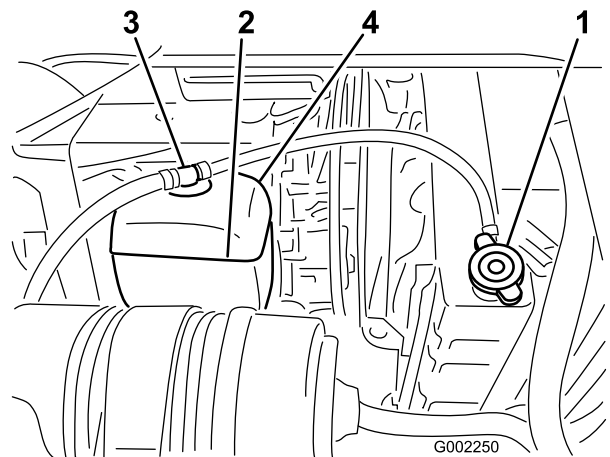

図 54
2. エンジンが十分に冷えているのを確認してラジエターのキャップを開ける (図 54)。